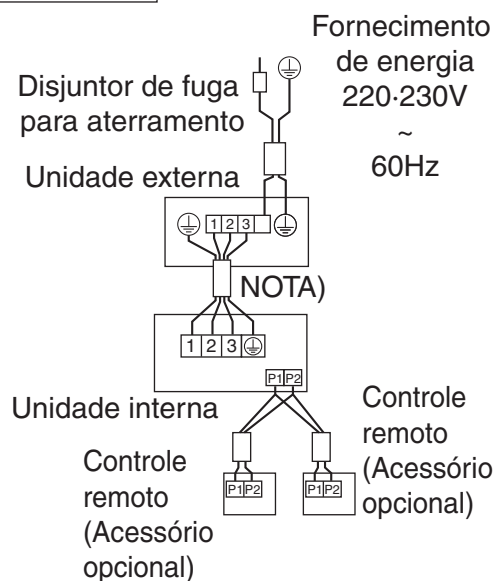

Fig. 31
- **Controle de 2 controles remotos:** 2 controles remotos controlam 1 unidade interna. **(Consulte a Fig. 31)**
(3) Remova a tampa da caixa de controle.
(4) Adicione o controle remoto 2 (escravo) ao bloco terminal para o controle remoto (P1, P2) na caixa de controle. (Não há polaridade.) **(Consulte a Fig. 31 e a Tabela 4)**